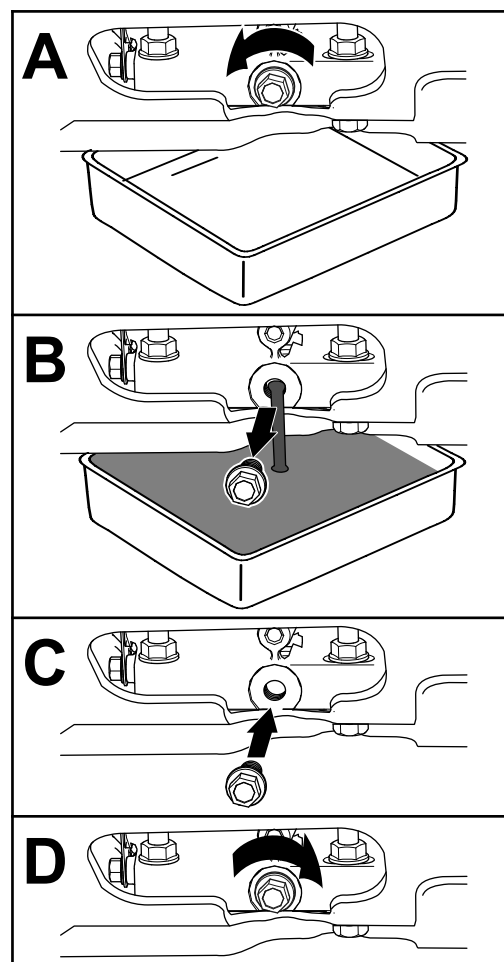

Figure 36
- Vidangez l'huile moteur, comme montré à la Figure 36.